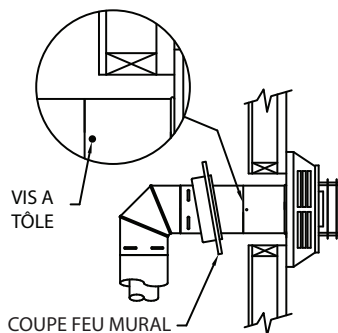

Figure 8
d'emboîtement mural sur la section de tuyau la plus proche du côté intérieur du mur (**Fig. 8**).
Étape 6. Déplacer l'appareil et l'ensemble du conduit de ventilation vers le mur, en insérant avec précaution la section de tuyau dans l'ensemble du chapeau. Il est important que la section de tuyau se prolonge à l'arrière du chapeau de sortie avec un chevauchement minimal de 31,8 mm (1 1/4 po). Utilisez les deux vis à tôle fournies pour fixer la section de tuyau à l'arrière du capuchon de sortie. La flasque du manchon d'emboîtement couvrira les têtes de vis (**Fig. 8**).